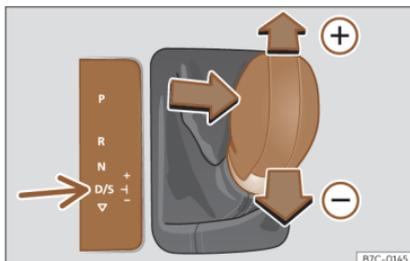

Fig. 138 Console centrale: cambio del rapporto di marcia con tiptronic.
- Premere la leva in avanti (+) o indietro (-) per aumentare o scalare la marcia >>> **fig. 138**.